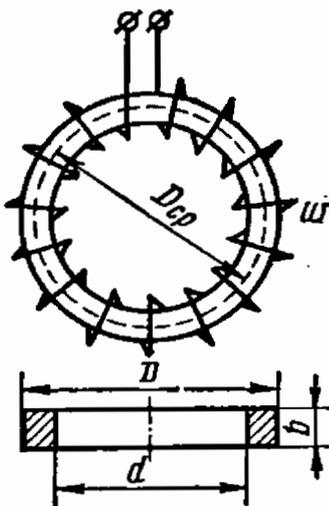

Рис. 9.1
9.1. На кольцевой замкнутый сердечник (рис. 9.1) равномерно нанесена обмотка с числом витков $w = 200$. Поперечное сечение кольца прямоугольное. Наружный диаметр кольца $D = 16$ см, внутренний диаметр $d = 10$ см, толщина $b = 4$ см.